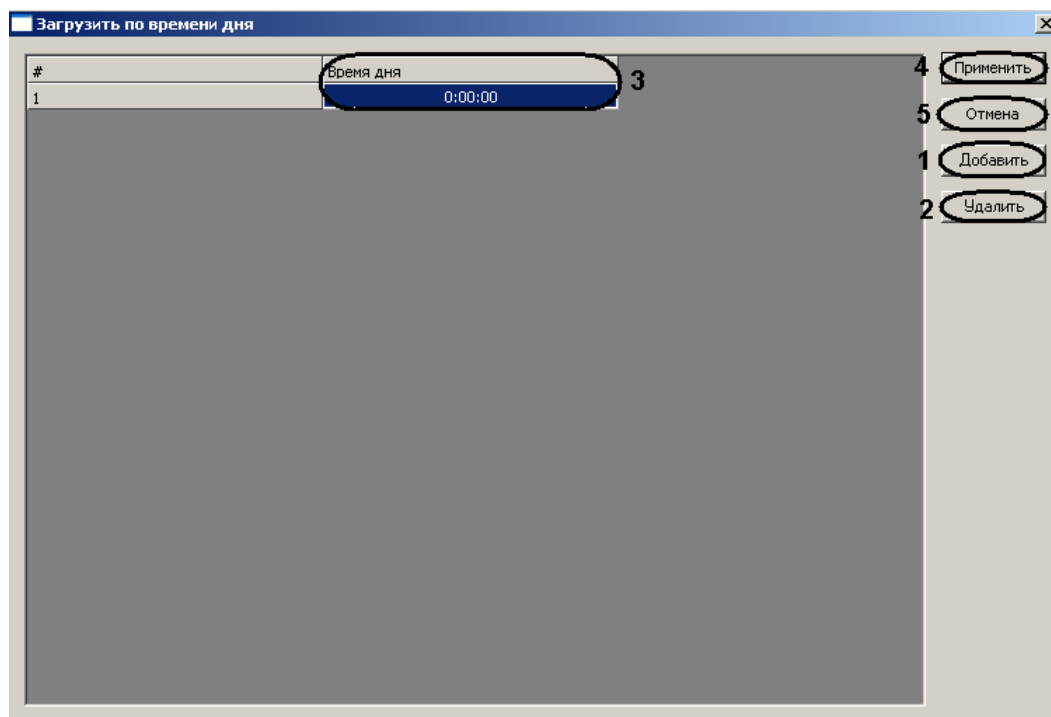

Рис. 3.6—3 Настройка времени загрузки
Откроется окно **Загрузить по времени дня** (Рис. 3.6—3).
- 5.1 Нажать кнопку **Добавить** (см. Рис. 3.6—3, 1) и ввести в столбце **Время дня** (см. Рис. 3.6—3, 3) время в формате ЧЧ:ММ:СС при достижении которого произойдет загрузка сообщений на Сервер HID.
*Примечание 2. Для удаления какого либо момента дня, в который будет происходить загрузка сообщений на Сервер HID, необходимо выделить соответствующую строку в таблице и нажать кнопку **Удалить** (см. Рис. 3.6—3, 2).*